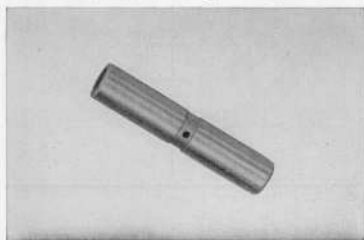

Fig. 3.37 Rocker arm shaft
5. Rocker arm shaft (Fig. 3.37)